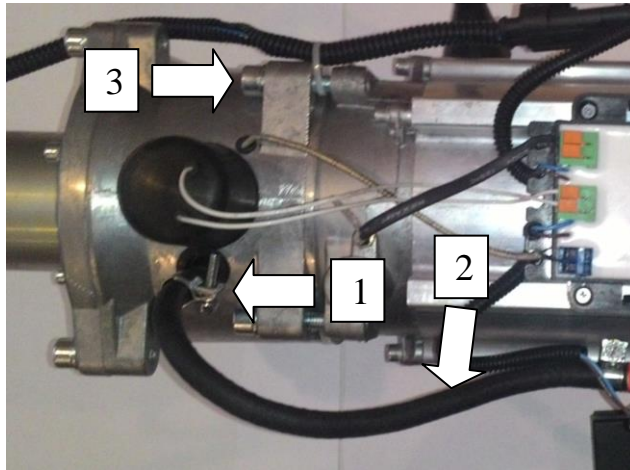

Рис.21 Демонтаж топливопровода подогревателя
- освободить хомут поз.1 крепления топливопровода поз. 2 и отсоединить топливопровод (см. рисунок 21);
- вывернуть 4 винта М8 поз.3 рисунок 21 крепления нагнетательного блока к котлу подогревателя и демонтировать нагнетательный блок (см. рисунок 22);